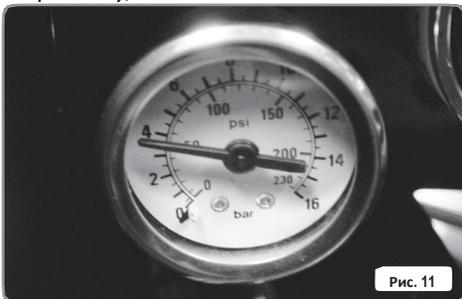

Рис. 11
- Установленное давление насоса отображается на манометре, расположенном внутри машины (см. рис. 11);